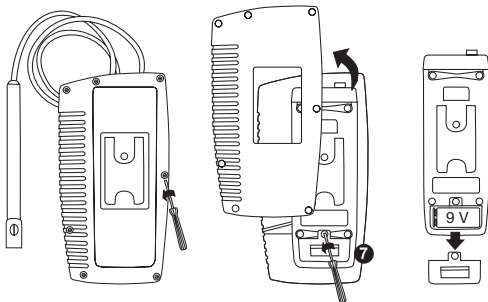

Abbildung 3
- 2) Vor dem Batteriewechsel ist die Schutzarmierung zu entfernen. Zum Austausch der Batterie den Batteriefachdeckel an der Rückseite des Gerätes lösen (Abbildung 3, **7**).